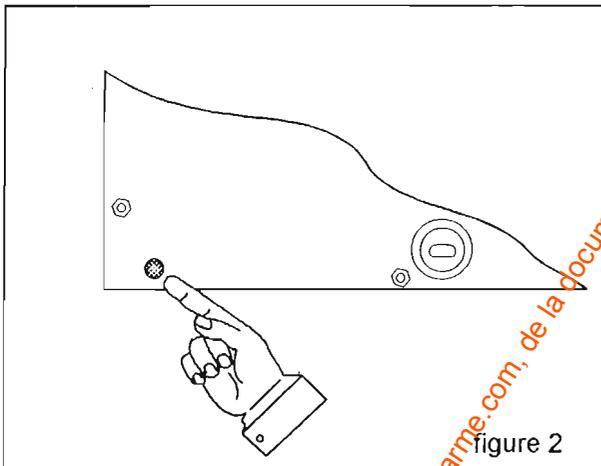

figure 2
- Repérer la DEL rouge visible de l'extérieur, sur la face arrière de la sirène (fig. 2).